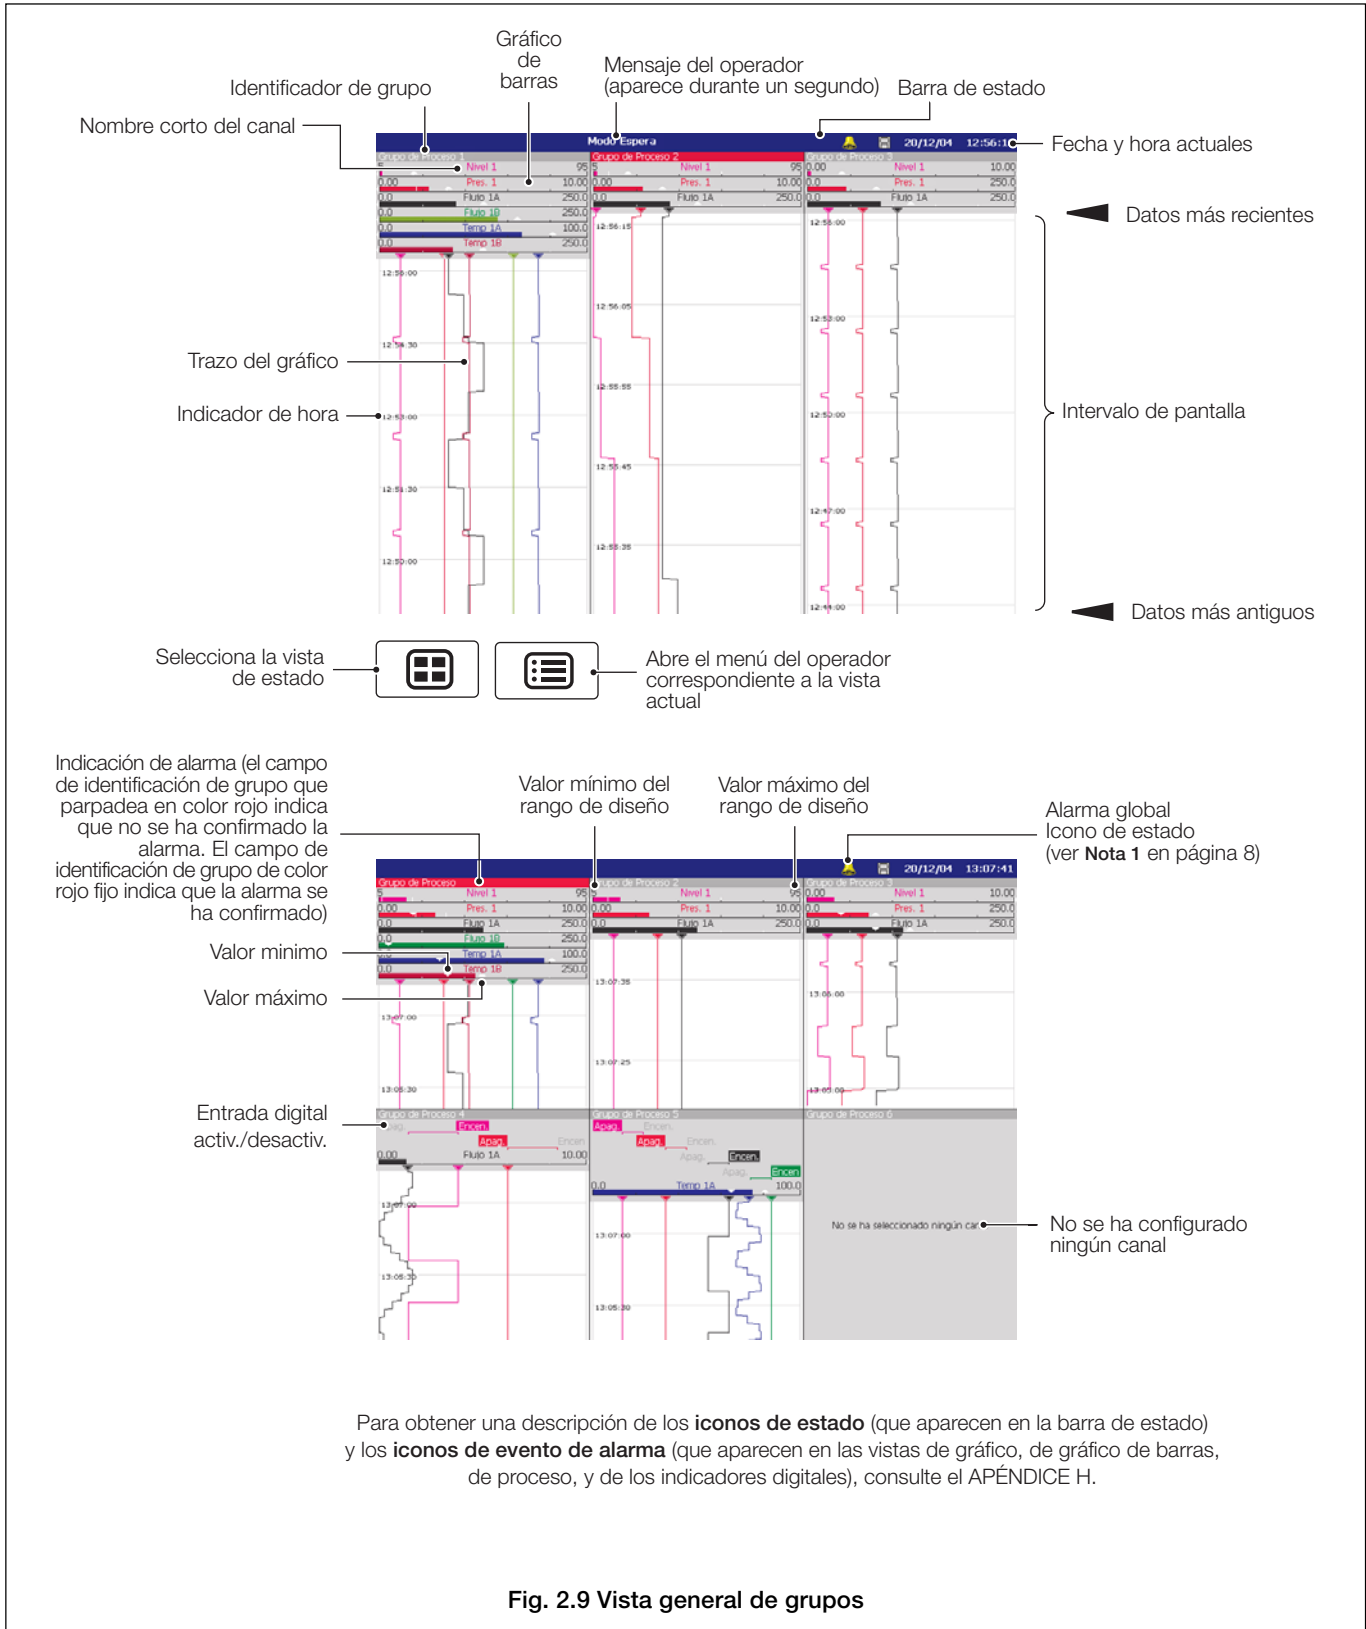

Fig. 2.9 Vista general de grupos
2.7 Vista general de grupos (Fig. 2.9)